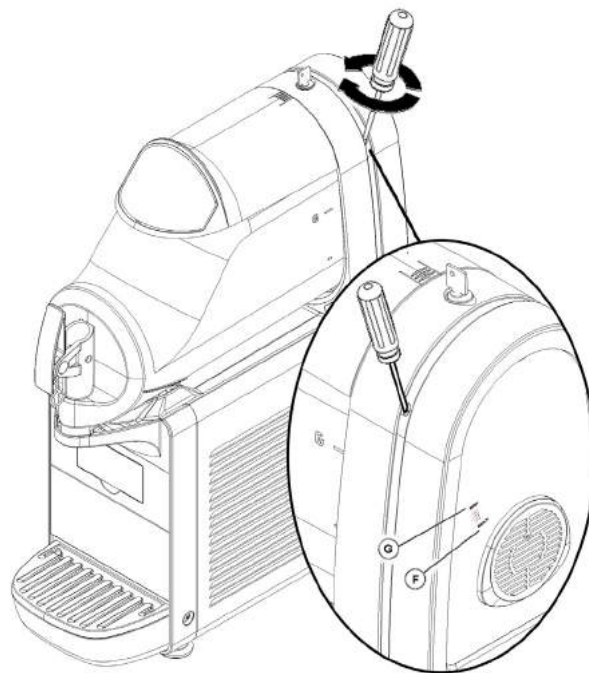

figure 4
- 1 **Réglage de la densité** : la densité optimale de la granita a été réglée en usine. Si l'on désire modifier cette densité, tourner avec un tournevis la vis de régulation densité située dans chacune des parois postérieures du distributeur (voir figure 4) :